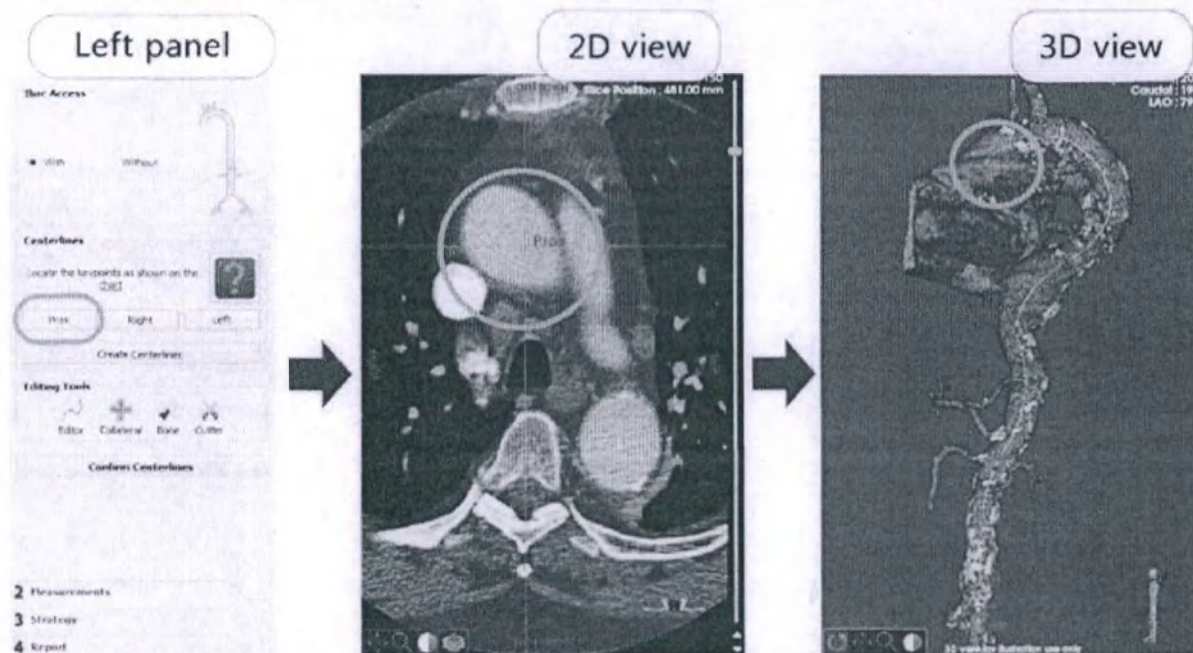

Рисунок 2: Шаги извлечения базовой центральной линии
- Найдите и выберите ключевую точку, соответствующую анатомическому положению Prox, на виде 3D. В качестве альтернативы используйте бегунок на правой стороне окна вида 2D и прокрутите до требуемого среза, чтобы выбрать ключевую точку на виде 2D. (Рисунок 2)